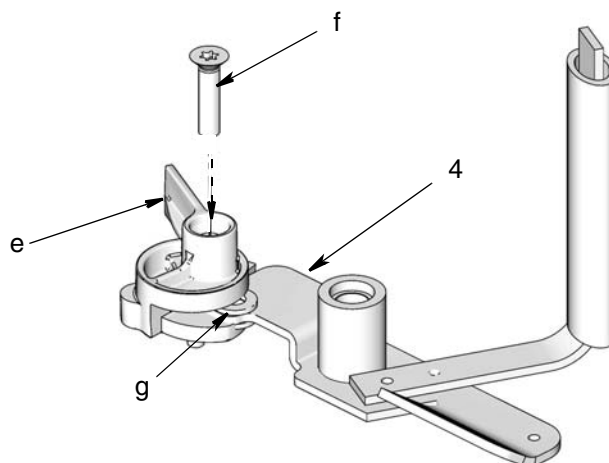

ABB. 11
- d. Bringen Sie die Öffnung (m) an der Oberseite des Niedrigstandflügels (e) mit der Öffnung in der Mitte der Scheiben (g) und dem Rührflügel (4) in Übereinstimmung (ABB. 11).
- e. Führen Sie den Bolzen (f) ein und achten Sie darauf, dass er durch den Niedrigstandflügel (e), die Öffnungen in den Scheiben (g) und die Basis des Rührflügels (4) tritt (ABB. 11).